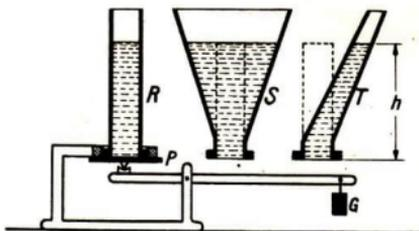

Abb. 68 Wovon hängt der Bodendruck ab?
**Der Bodendruck.** Um uns in die Zusammenhänge Einblick zu verschaffen, benutzen wir die in Abb. 68 wiedergegebene Waage. Sie trägt auf dem kürzeren Arm ihres Waagebalkens eine Verschlussplatte  $P$ , die den Boden eines zylindrischen Gefäßes  $R$  bildet. Füllt man Wasser in den Zylinder, so lastet es mit seinem ganzen Gewicht auf dem Boden. Die gegen den Boden wirkende Druckkraft wird durch das Gewicht  $G$  gerade ausgeglichen, wenn das Wasser die Höhe  $h$  im Gefäß  $R$  erreicht. Gießen wir mehr Wasser in den Zylinder, so öffnet sich die Platte, und das überschüssige Wasser fließt ab. Wählt man ein anderes Gegengewicht, so ändert sich die Wasserhöhe entsprechend. Setzen wir an die Stelle des Zylinders  $R$  das trichterförmige Gefäß  $S$  in die Fassung über  $P$ , so ist, wie der Versuch ergibt, die Druckkraft gegen den Boden die gleiche, obwohl wir in  $S$  bis zur Höhe  $h$  eine größere Menge Wasser hineingießen müssen als in  $R$ . Auch beim Aufsetzen des nach oben verjüngten Gefäßes  $T$  messen wir die gleiche Bodendruckkraft, obwohl sie in diesem Falle größer ist als das Gewicht der Flüssigkeit im Gefäß.
Wir kommen zu dem merkwürdigen Ergebnis: Die Druckkraft des Wassers gegen den Boden eines Gefäßes ist von der Form des Gefäßes unabhängig; sie ist so groß wie das Gewicht der Wassersäule, die senkrecht über der Bodenfläche zu denken ist (in Abb. 68 punktiert gezeichnet).